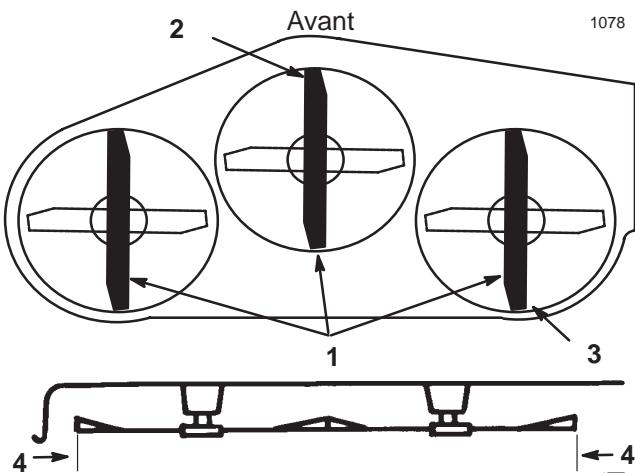

Figure 42
7. Réglez la hauteur de coupe à 76 mm et tournez les lames avec précaution dans le sens longitudinal (Fig. 42).
8. Mesurez la distance entre la pointe de la lame avant (Fig. 42) et la pointe de la lame arrière par rapport à la surface plane. Si la pointe avant de la lame n'est pas de 1,6 à 7,9 mm plus basse que la pointe arrière, réglez les tourillons avant.
11. Lorsque les deux tourillons sont réglés de la même manière, fixez les chapes en place à l'aide des goupilles fendues. Vérifiez de nouveau l'inclinaison avant/arrière. Poursuivez le réglage des chapes jusqu'à ce que la pointe avant de lame soit de 1,6 à 7,9 mm plus bas que la pointe arrière (Fig. 42).